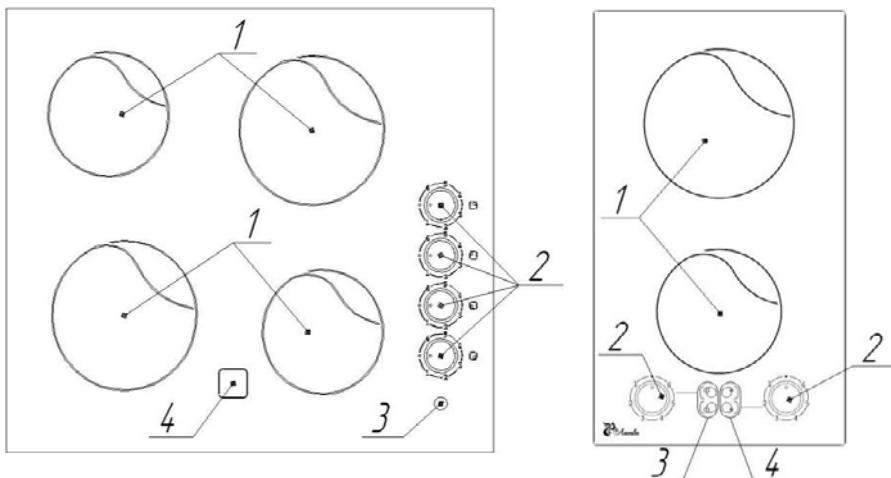

Рис. 7 Устройство варочной панели с ручками переключателей
На стеклокерамической поверхности (см. Рис. 7) расположены зоны нагрева различного диаметра (1), температура нагрева которых регулируется ручками переключателей (2). Так же имеется индикация включения зоны нагрева(3) и индикация остаточного тепла (4). Когда конфорка горячая, индикация включена.